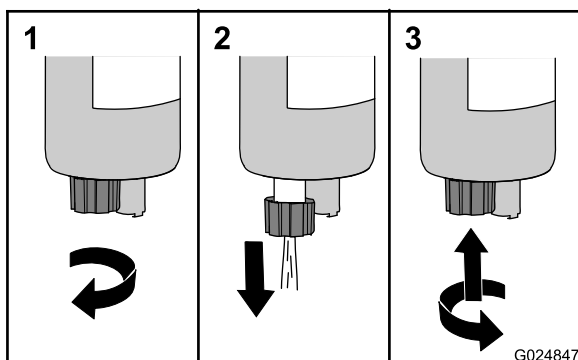

Figura 22
3. Ruotate la valvola di spurgo in senso antiorario all'incirca di 3 giri e 1/2, fino a quando la valvola non cade dal separatore di carburante/condensa (Figura 22).
4. Spurgate l'acqua e i sedimenti dal separatore fino a quando non è visibile carburante pulito (Figura 22).
5. Sollevare la valvola e giratela in senso orario a mano finché non è serrata (Figura 22).